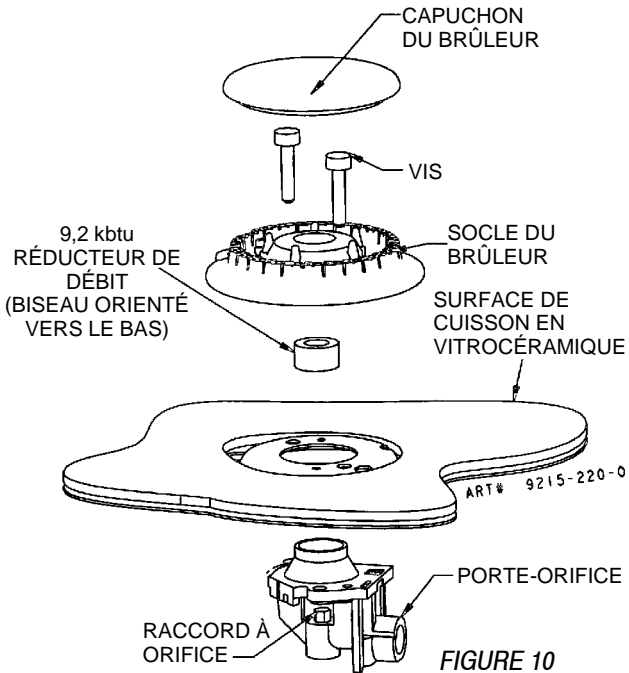

FIGURE 10
**Étape 6 :** Placer le ou les réducteurs de débit pour brûleur de 9,2 kbtu dans les porte-orifices arrière droit et avant gauche avec le biseau orienté vers le bas. (Voir la figure 10.)
2. Enlever les réducteurs de débit des porte-orifices de l'avant gauche, du centre et de l'arrière droit (voir les figures 10 et 11). S'il y a lieu, une simple attache de bureau peut être utilisée pour enlever les réducteurs de débit avant gauche et arrière droit.